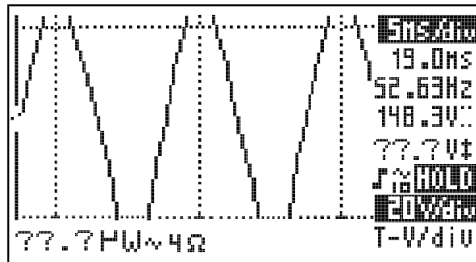

Fig 24
- If the signal goes off-screen or when the signal is too small for measurement, the readout will show ??? (see fig 24)
- Als het signaal buiten het scherm verdwijnt of te klein is voor metingen, zal de uitlezing ??? aanduiden. (Fig 24)
- Si le signal sort de l'écran, ou lorsque le signal est trop petit pour être mesuré, trois points d'interrogation "???" sont affichés. Fig 24)
- Wenn das Signal aus dem Bildschirm verschwindet oder wenn das Signal bei dB-Messung zu klein ist, zeigt die Anzeige ??? an (Abb. 24)
- Für alle Wechselspannungsmessungen (AC): Stellen Sie sicher, dass eine oder zwei Perioden auf dem Bildschirm zu sehen sind oder benutzen Sie die „Auto“ Taste.